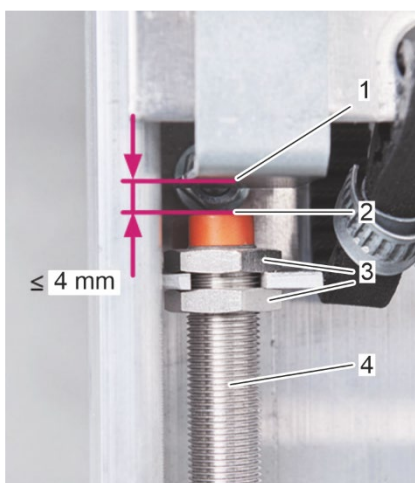

Figura 37: Distancia máxima de conmutación
2. Asegúrese de que se mantiene la distancia de conmutación máxima de 4 mm entre el sensor de proximidad (Figura 37/2) y el carro de limpieza (Figura 37/1). En caso contrario, ajuste la distancia entre el sensor de proximidad (Figura 37/2) y el carro (Figura 37/1) con la rosca (Figura 37/4) y las tuercas (Figura 37/3) del sensor de proximidad.